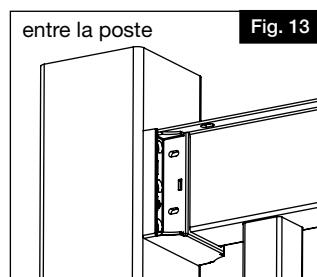

Fig. 13
- S'assurer que les traverses sont bien en place avec les barreaux, de niveau et centrées sur le manchon du poteau. Tout en maintenant le support supérieur bien appuyé contre la traverse par le dessous, et en utilisant un foret de  $\frac{1}{8}$  po (3,2 mm), percer un avant-trou pour la première vis du support supérieur (Fig.13 et 14).